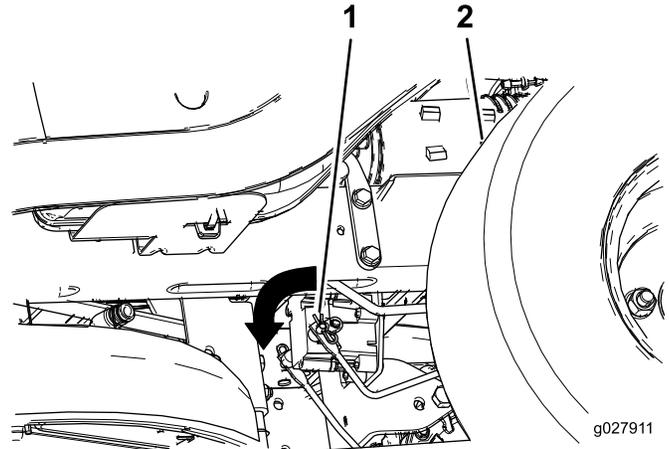

Figura 46
2. Individuate l'albero sul freno elettrico in cui sono collegati i bracci di attacco del freno (Figura 46).